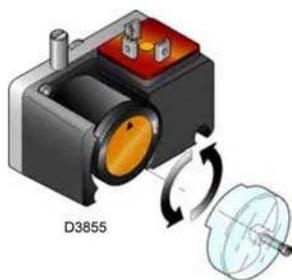

Рис. 22
- Установите реле минимального давления газа (Рис. 22) на начало шкалы.